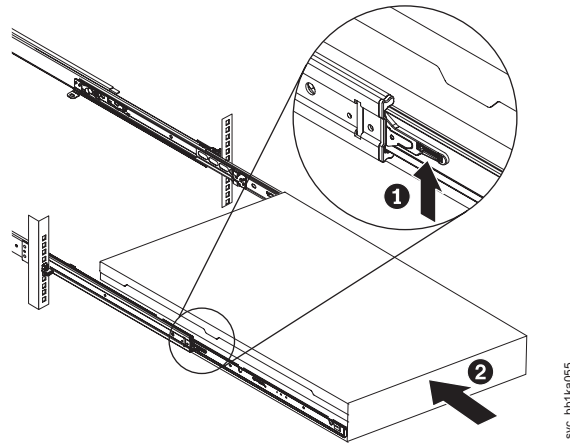

図 83. ラックのスライド・レールの ロック・レバーを上げる
- ラック上で完全に伸ばした位置までノードを引き出した場合は、スライド・レール上のロック・レバー(図 83 の **1**) を上げて、サーバー **2** を、所定の位置にカチッと音を立てて収まるまで、ラック内に完全に押し込みます。